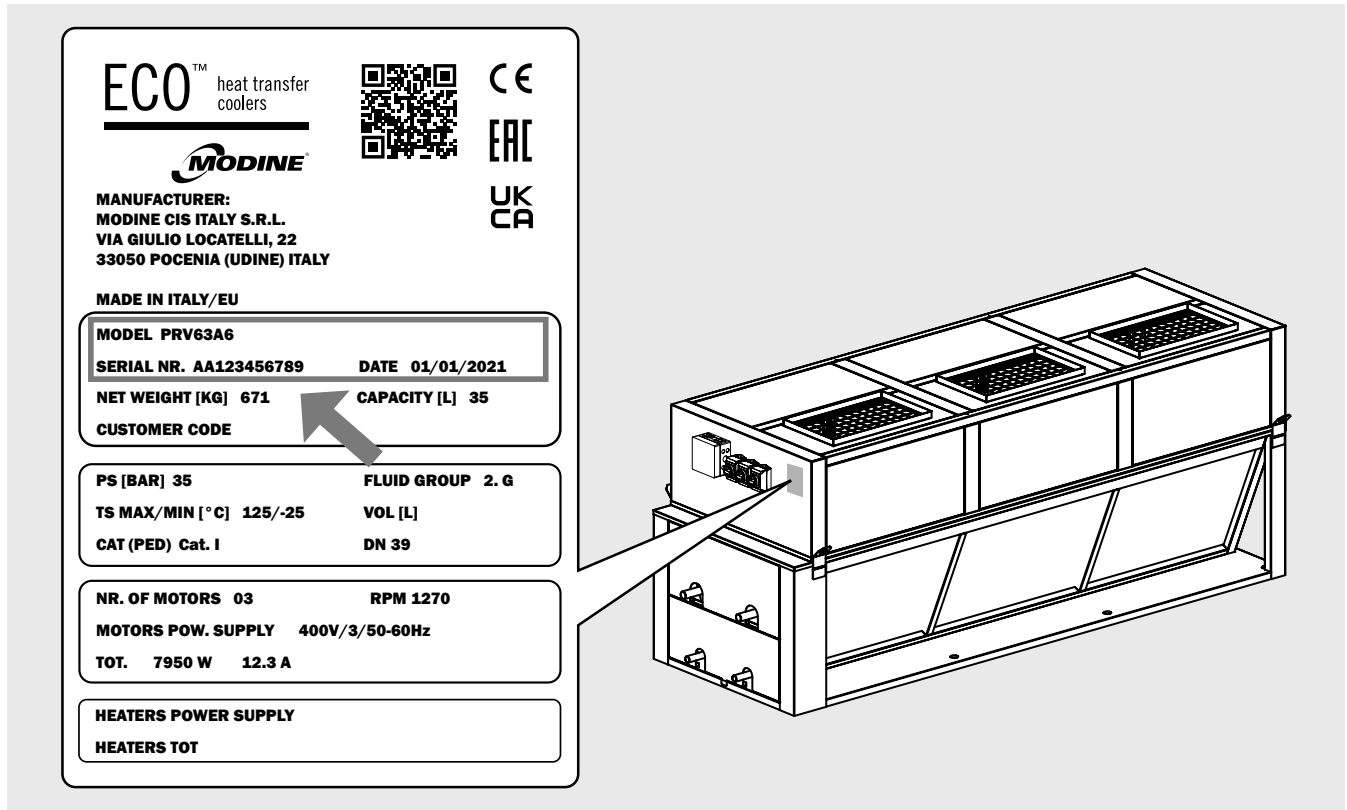

Figura 1
- 3.1 Per qualsiasi comunicazione, richiesta di assistenza o ricambi, fornire il nome del modello e il numero di serie riportati sulla targhetta dati (v. "Figura 1"):